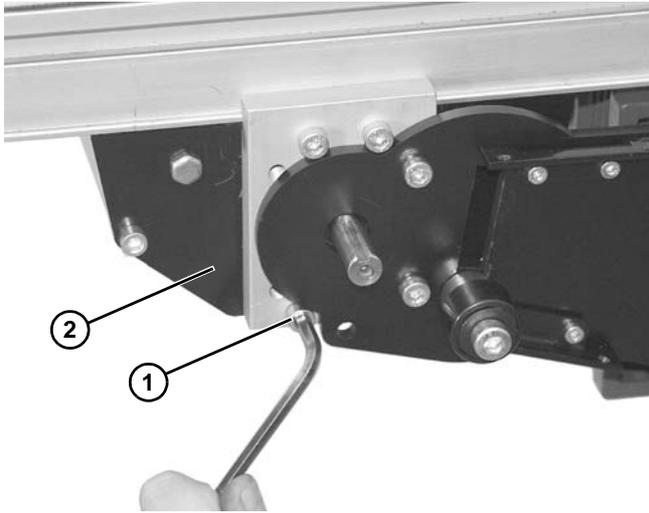

Figura 42
2. Quite dos tornillos (**Figura 42, artículo 1**) de la parte inferior del transportador tipo Mid Drive (**Figura 42, artículo 2**).